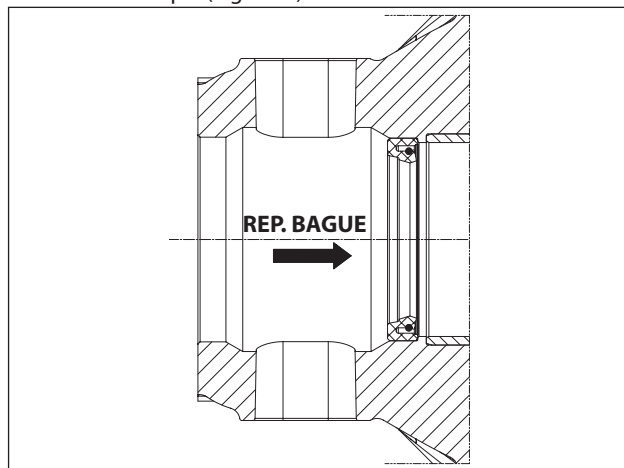

Fig. 11
- Monter les nouvelles bagues d'étanchéité des guides de piston jusqu'à arriver en butée dans leur siège sur le carter de la pompe (Fig. 11) en suivant la procédure décrite : utiliser l'outil réf. 27938600 composé d'une douille conique et d'un tampon. Visser la douille conique dans l'orifice présent sur le guide du piston (Fig. 11/a), placer le nouveau joint d'étanchéité sur le tampon jusqu'à ce qu'il arrive en butée (déterminée par la hauteur du tampon) dans son siège sur le carter de pompe (Fig. 11/b), retirer la douille conique (Fig. 11/c).